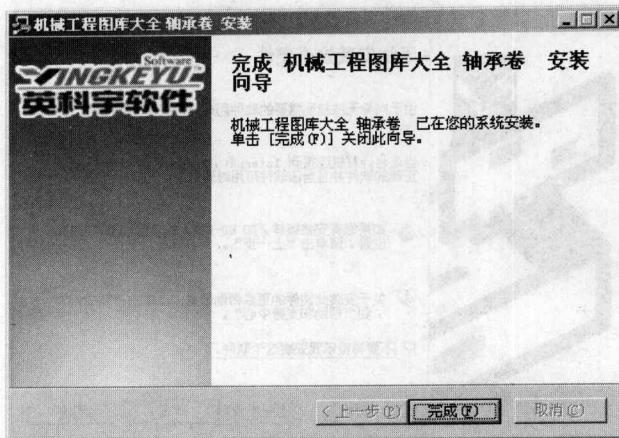

图 1-4 “安装完成”对话框
(4) 安装完毕后，Windows 桌面上将会生成名为“轴承”的图标，并弹出如图 1-4 所示的“安装完成”对话框，表示该软件已经安装成功。如果没有出现上述提示，则表明安装程序没有正常执行完毕，建议重新安装。